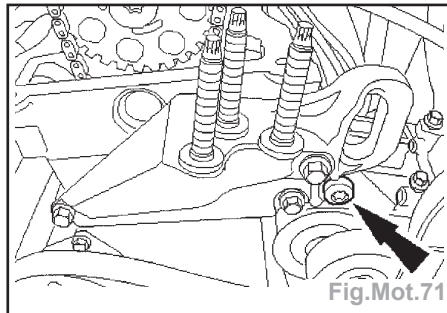

Fig.Mot.71
- Déposer le boulon de fixation de patte de support avant droit moteur (Fig.Mot.71).